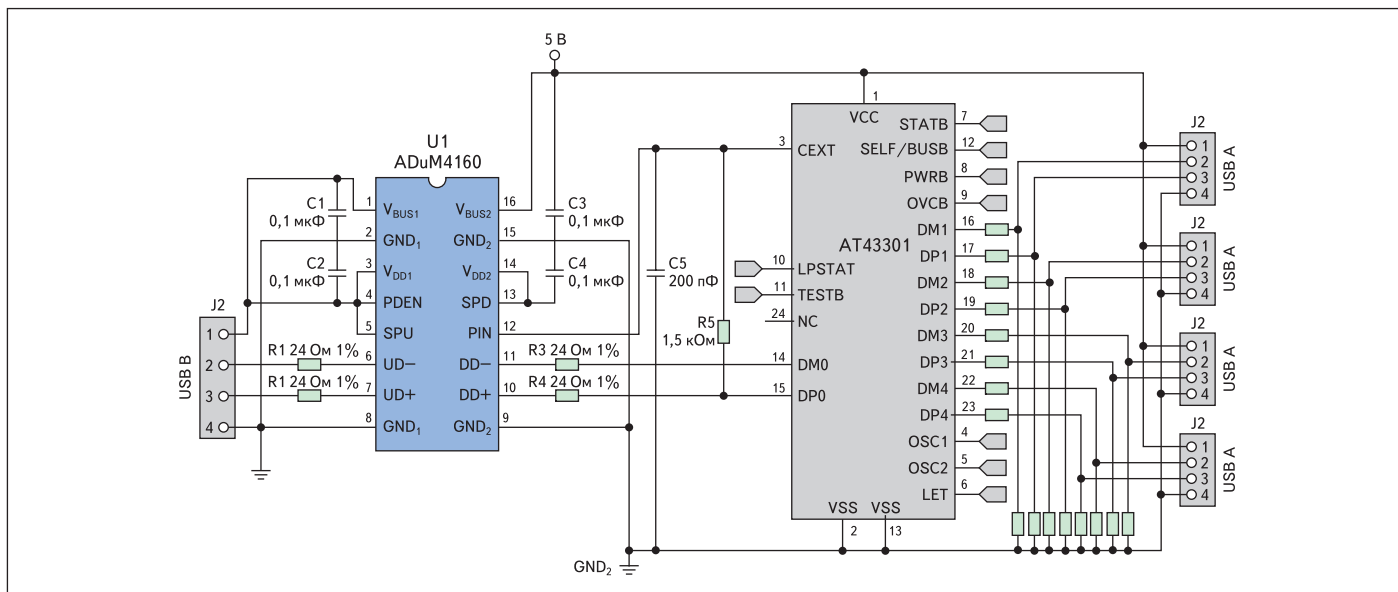

Рис. 8. Изолированный хаб
- Он может быть использован для изолирования хаба и, вследствие этого, всей подключенной к хабу периферии (рис. 8).
ной периферии без собственного источника питания в качестве источника и для периферии, и для ADuM4160 может применяться изолированный DC/DC-преобразователь, например ADuM5000. При использовании в качестве изолятора хаба (рис. 8) ADuM4160 считает хаб своей периферией.